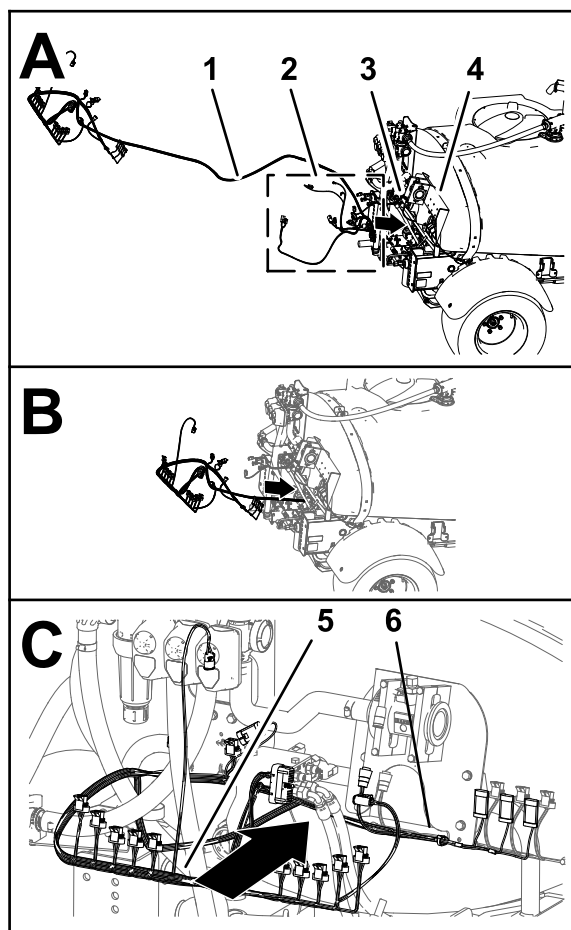
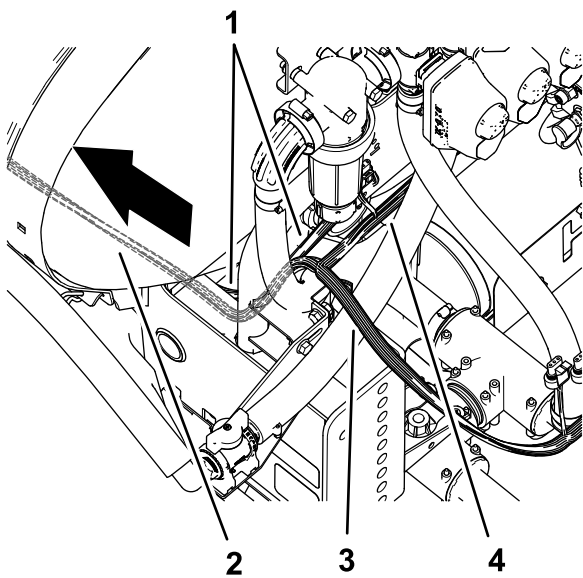

图78
图79
2. 将套件线束的 84cm 线束支管、60cm 线束支管以及 66cm 线束支管沿机器线束布置到机器左侧(图78 和图79)。